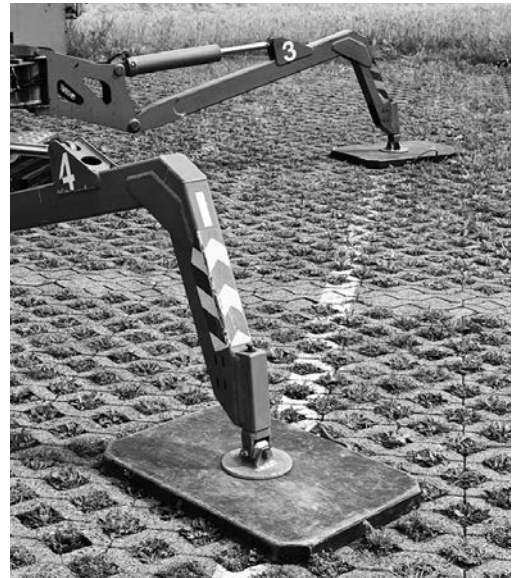

Bild 2: Hubarbeitsbühnen mit Stützen müssen auf unbefestigten Böden auf Unterlegplatten abgestützt werden.
8. Werden beim Einsatz von Hubarbeitsbühnen mit Stützen (Kategorie 1a und 1b) geeignete **Unterlegplatten** verwendet und sind diese mittig ausgerichtet? (Bild 2) ja nein